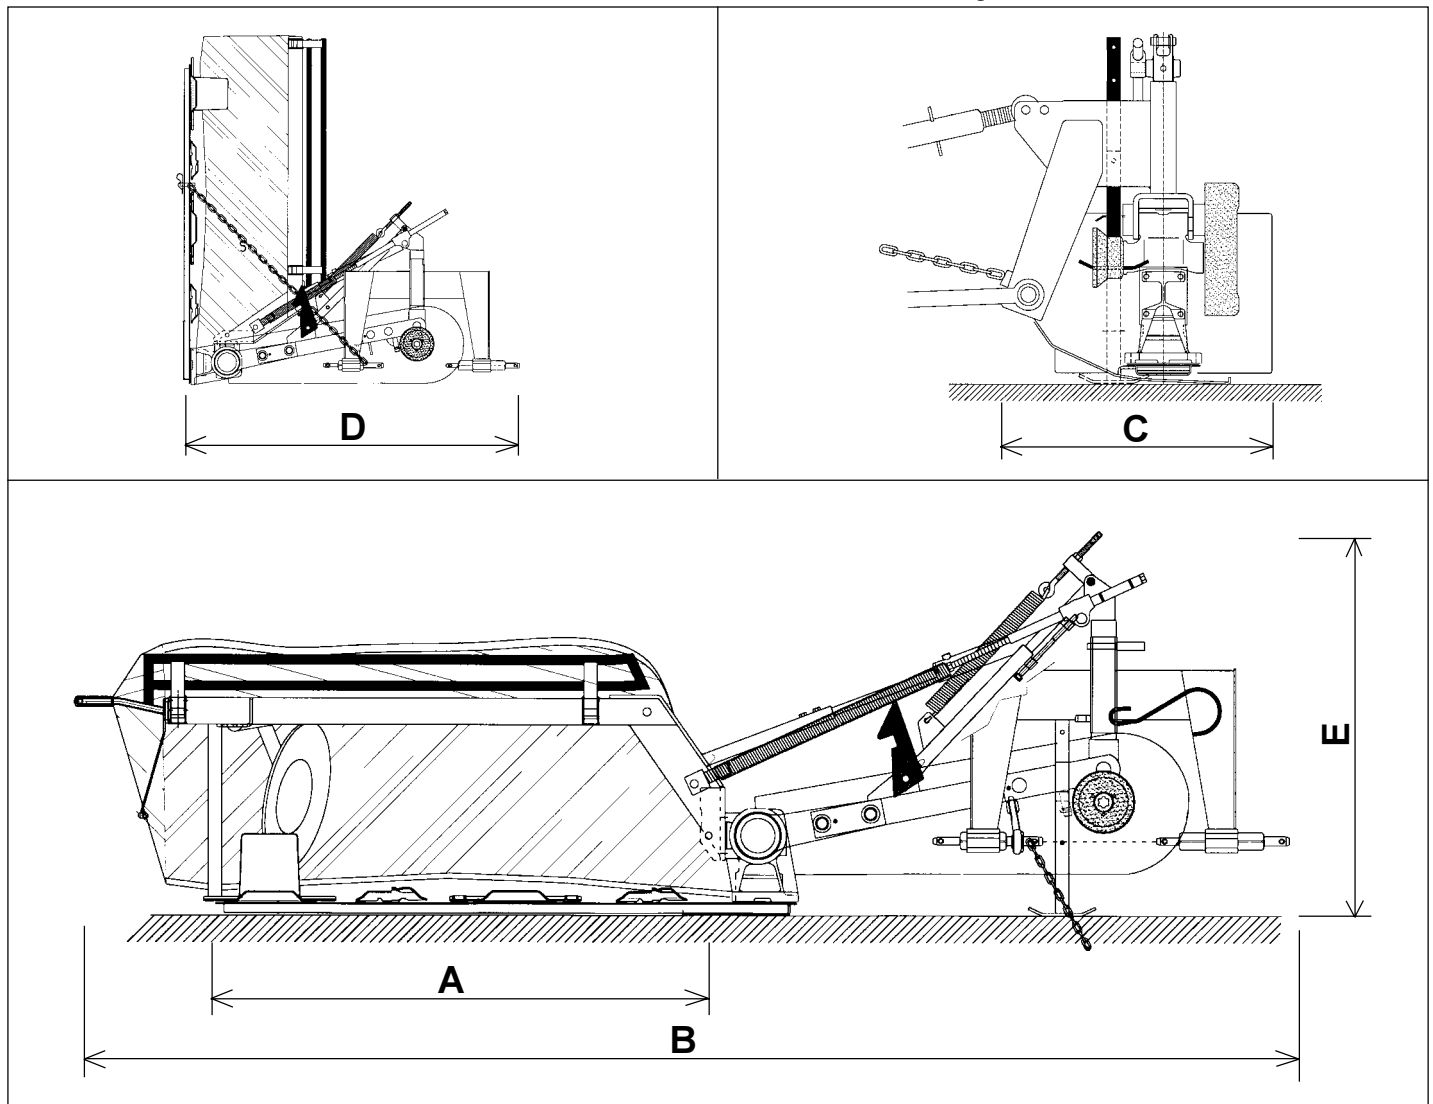

Fig. 2
1.3.1 TECHNISCHE DATEN (FIG.2)